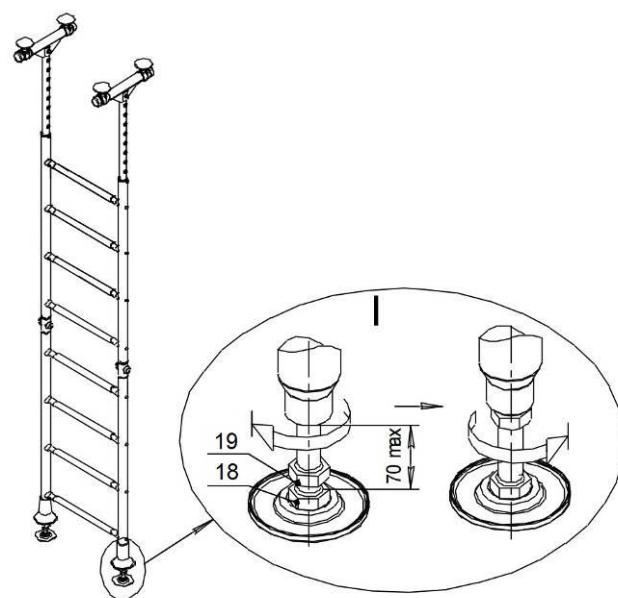

Рисунок 5
3.11. Распереть Комплекс болтом (поз.18). Окончательно затянуть все перекладины. **Запрещается выкручивать болт (поз.18) более чем на 70 мм** (см. рис.5). После распора Комплекса — затянуть контр гайку (поз.19).